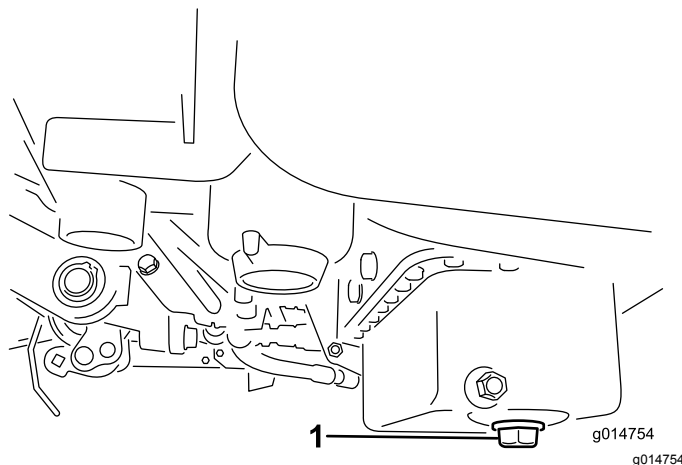

Bild 43
1. Entfernen Sie die Ablassschraube und lassen das Öl in eine Auffangwanne ab. Schrauben Sie die Ablassschraube wieder ein, nachdem das Öl abgelassen ist (Bild 43).